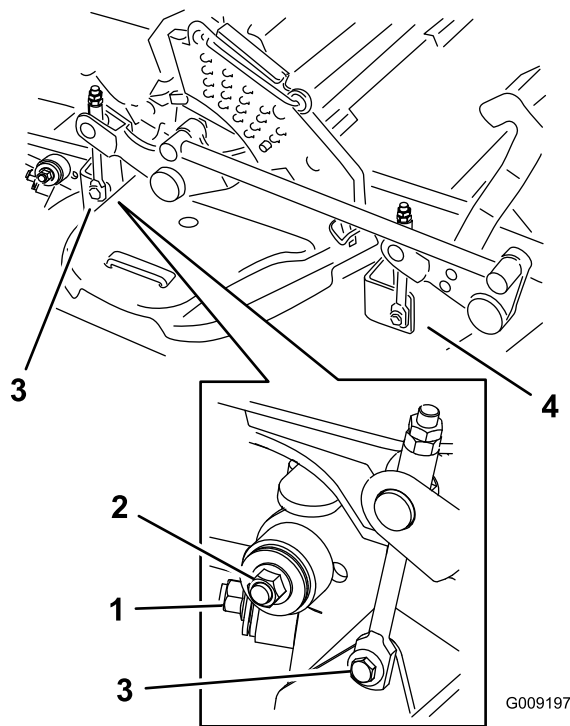

**Figura 96**
5. Levante la chapa de suelo e introduzca una llave dinamométrica en el taladro cuadrado del brazo tensor de la carcasa (Figura 96).
6. Gire cuidadosamente el brazo tensor de la carcasa en el sentido de las agujas del reloj y retire la correa del cortacésped (Figura 96).